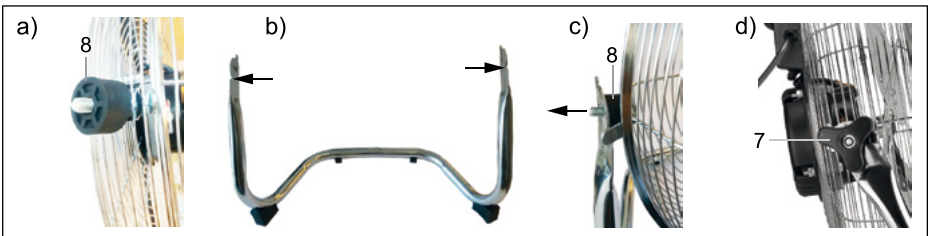

Fig. 60: Mocowanie kosza siatki ochronnej w oprawie
9. Dosunąć elementy dystansowe (8) śrubowych elementów mocujących do lewej i prawej strony kratownicy ochronnej wentylatora; rys. 60 a).
10. Wsunąć wentylator ze śrubowymi elementami mocującymi i elementami dystansowymi w oprawę; rys. 60 b i 60 c.
11. Przymocować kosz za pomocą trójkątnych nakrętek ręcznych; rys. 60 d).